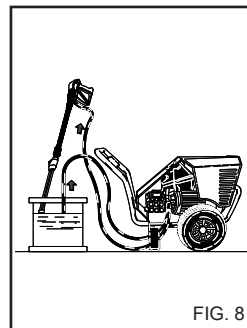

FIG. 8
Efter användning av rengöringsmedlet måste kemikalieinledningen spolas ur med rent vatten (fig. 8).
1) Efter användning med rengöringsmedel ska högtrycksvattensystemet sköljas ordentligt. Låt pumpen vara igång i 1 minut. Doseringskranen ska vara stängd. (fig. 8).
4) Efter användning med rengöringsmedel ska högtrycksvattensystemet sköljas ordentligt. Låt pumpen vara igång i 1 minut. Doseringskranen ska vara stängd.(fig. 8)